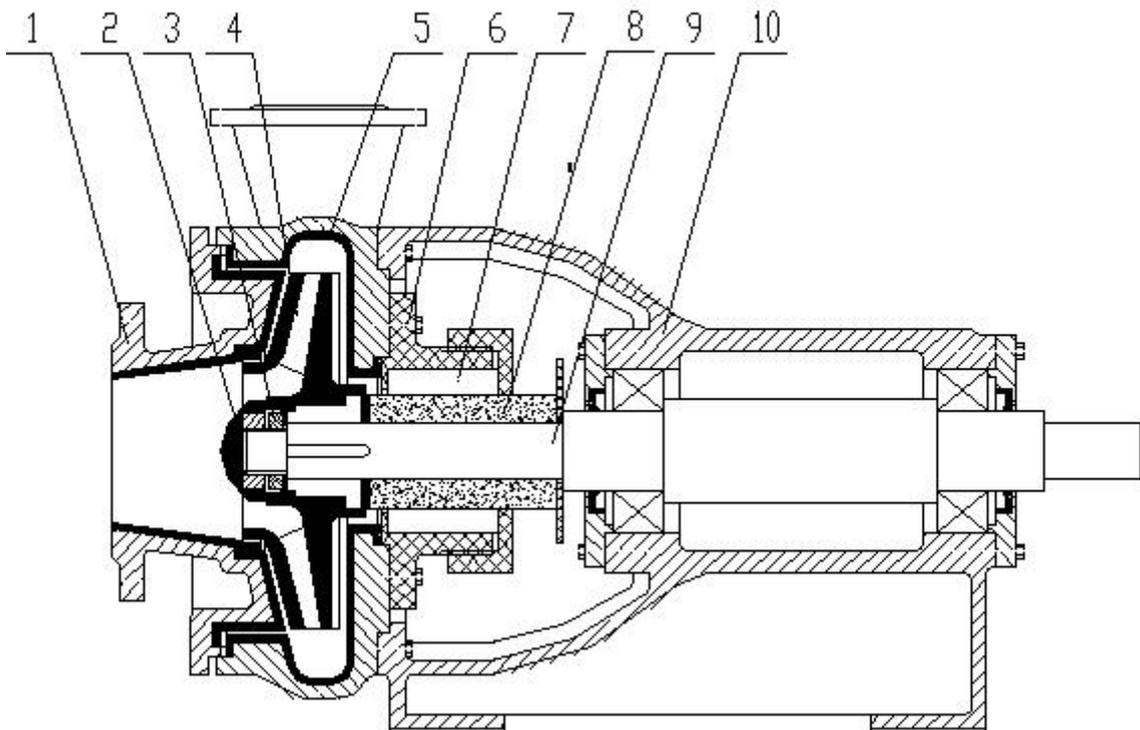

图 2
②SHTB-ZK 型耐腐蚀泵为非自吸卧式泵，主要零部件（见图2）。SHTB-ZK15.0/25-D、SHTB-ZK15.0/25、SHTB-ZK15.0/40M 型泵轴封结构为付叶轮动力密封（见图3）。